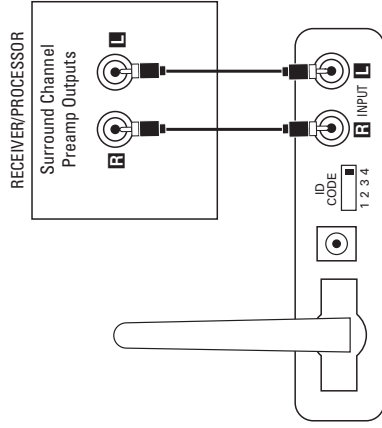

Bild 1.
Steg 1. Koppla anslutningskabeln (medföljer) till de vänstra och högra förstegsutgångarna för bakre surround på källans baksida och till ingångarna på sändarmodulen ④, se bild 1.